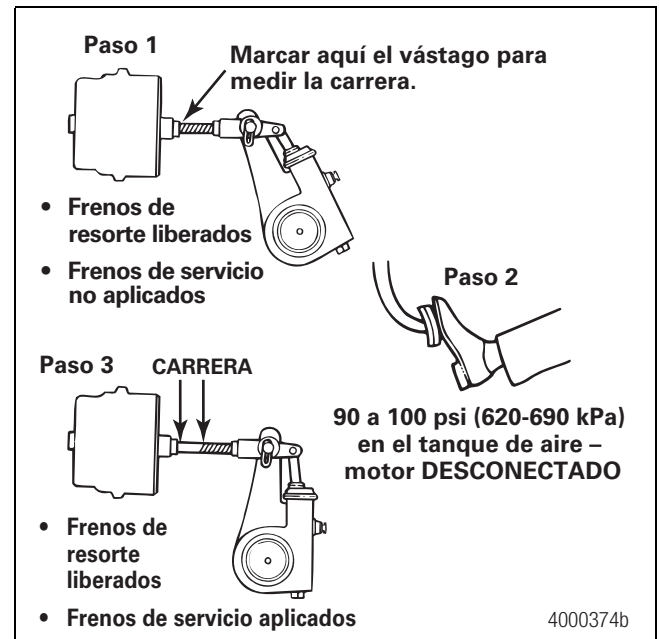

Figura 6.4
3. Con los frenos liberados, marque el punto donde el vástago sale de la cámara. Mida y anote la distancia. Haga que otra persona aplique y mantenga los frenos completamente aplicados. Figura 6.4. Mantenga la regla en posición paralela al vástago y mida con todo cuidado. Un error de medición puede afectar los límites de reajuste fijados por CVSA. CVSA estipula que "todo freno que esté $\frac{1}{4}$ de pulgada o más, más allá del límite de reajuste, o cualesquiera dos frenos que estén menos de $\frac{1}{4}$ de pulgada más allá del límite de reajuste, serán motivo de rechazo".
4. Mida la carrera del vástago o la carrera ajustada de la cámara desde donde el vástago sale de la cámara de frenos hasta la marca que hizo antes en el vástago. Mida y anote la distancia. Figura 6.4.